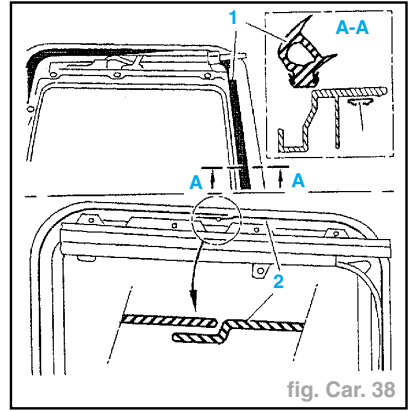

fig. Car. 38
- Déposer le toit ouvrant complet pour le joint (2) (fig. Car. 38).
- le joint (1),
- le joint (2).
- le fond de gorge pour le joint (1),
- le restant de colle pour le joint (2).
- le nouveau joint (1) (la soudure dans l'axe AR),
- le nouveau joint (2) (finir la pose du joint sur une partie latérale, en venant chevaucher la jonction).